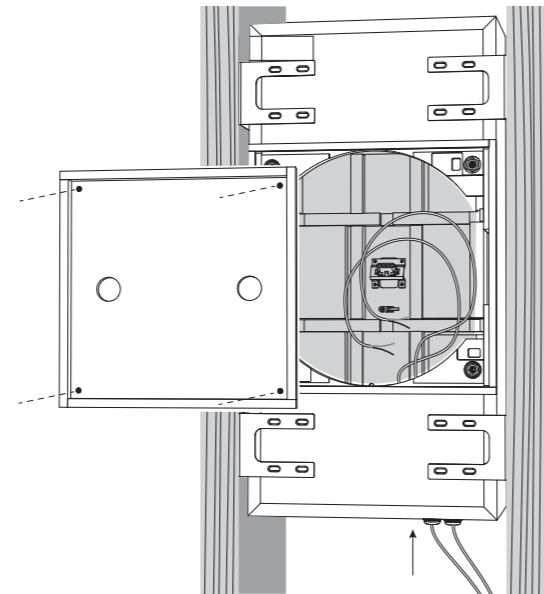

Fig. 3. Speaker Wire Installation.
1. Quite la tapa de la lata trasera aflojando los cuatro tornillos que la sujetan en su lugar (Fig. 3).
2. Instale el cable del altavoz a través de uno de los prensaestopas y deje suficiente holgura para hacer las conexiones (Fig. 3). Apriete el prensaestopas y sujete el cable del altavoz para evitar que se mueva y traqueteo durante el funcionamiento. Asegúrese de que el cable del altavoz no entre en contacto con clavos o tornillos que puedan dañar el aislamiento. Se proporciona un segundo prensaestopas para permitir la instalación de un segundo cable de altavoz.